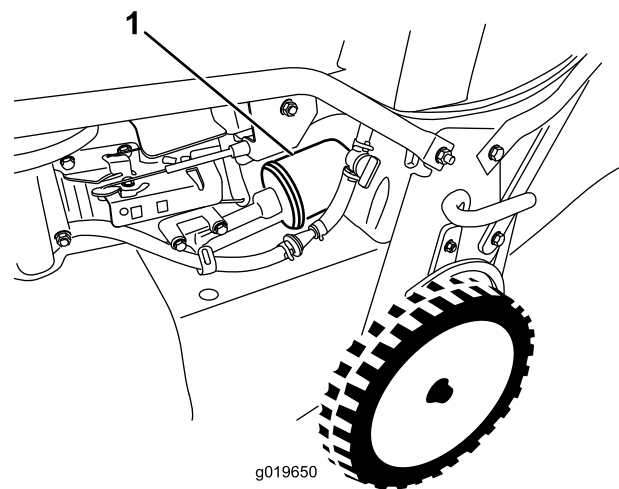

Figura 32
6. Togliete il filtro dell'olio (Figura 32).